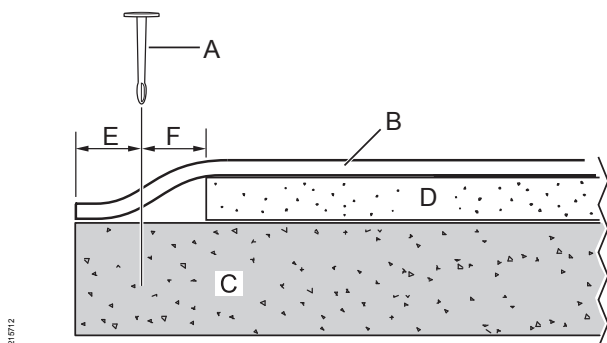

Fig. 5: Feste fremkanten av toppduken
1. Bor hull (Ø 6 mm, 7 mm eller 8 mm) 50 mm fra den fremre båskanten på den ene siden av båsraden (se Fig. 5).
2. Bor følgende hull med en avstand på 400 mm fra hverandre og 50 mm fra langkanten på toppduken (B i Fig. 5). Bor 77–80 mm ned i betongen. (C på Fig. 5).
3. Bruk en hammer til å feste én forankring (A på Fig. 5) i hvert hull.